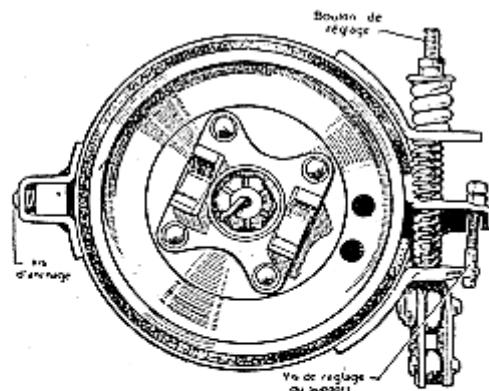

FIG. 34. — Réglage du frein à main.
- Enlever le fil d'arrêt de la vis d'ancre (fig. 34) et régler cette vis de façon à obtenir un jeu entre garniture et tambour de 0,25 à 0,30 mm. (0,010 à 0,012") à l'ancre.